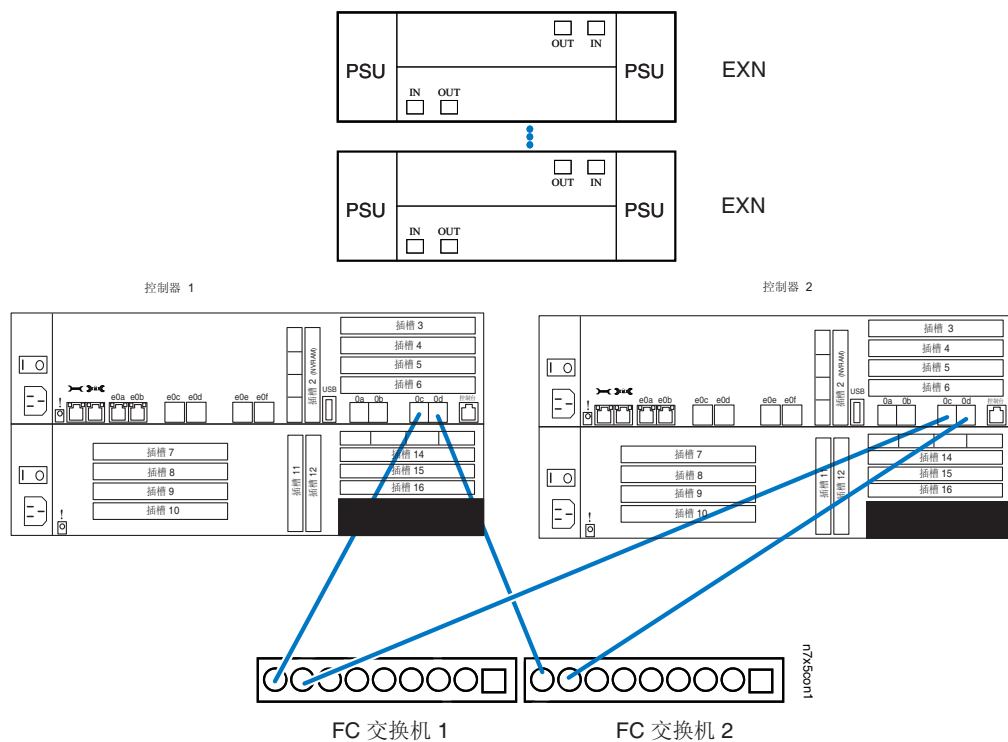

图 7. 将 N7x50T 系列系统用光缆连接到光纤通道交换机
1. 如第 15 页的图 7 所示, 将两个 N7550T 和 N7950T 控制器模块的板载接口 0c 用电缆连接到第一个光纤通道交换机上的两个端口。
2. 如第 15 页的图 7 所示, 将两个 N7550T 和 N7950T 控制器模块的板载接口 0d 用电缆连接到第二个光纤通道交换机上的两个端口。